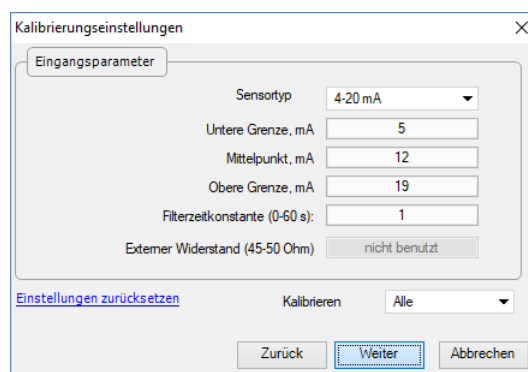

Abb. 7.2 Kalibrierungseinstellungen
8. Wählen Sie den Typ des Eingangssignals und die anderen Kalibrierungsparameter aus (Abb. 7.2).